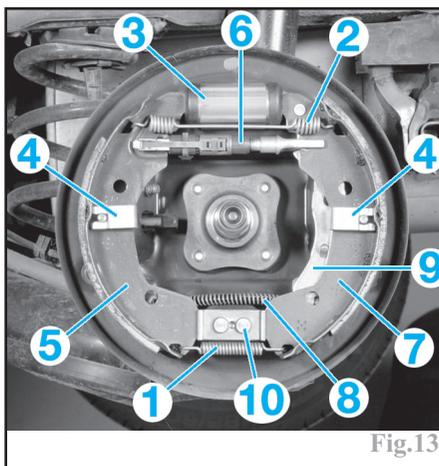

Fig.13
-le ressort de rappel inférieur (1) puis le ressort de rappel supérieur (2), à l'aide d'une pince à segment de frein (Fig.13)
-le ressort de rappel supérieur (2), à l'aide d'une pince à segment de frein (Fig.13).